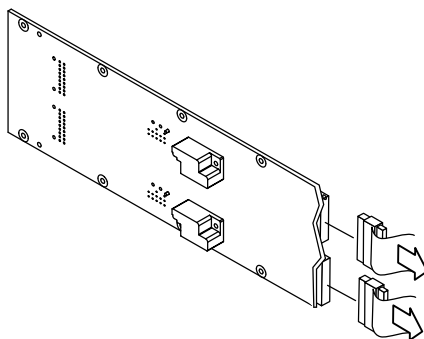

図 12-9 ファントレセンタープレーンケーブルの取り外し
6. 背面のファントレーセンタープレーンからケーブルを外します (図 12-9)。
2. ファントレーケーブルを接続します (12-7 ページの図 12-9)。